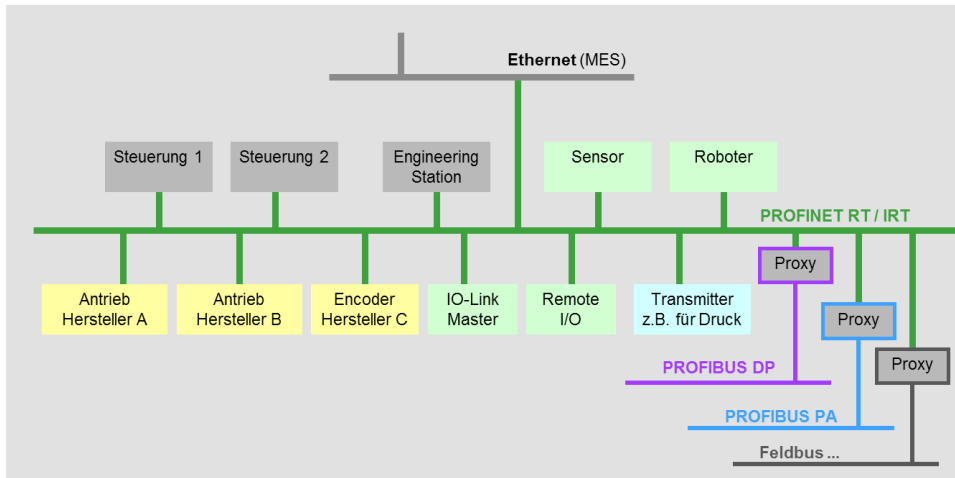

Abb. 4: PROFINET, der Industrial Ethernet-Universalbus
- PROFINET ist das universelle, Ethernet-basierte Kommunikationsnetzwerk, welches den in der Office-Welt bewährten Ethernet-Standard allen Bereichen der Automatisierungstechnik zugänglich macht (Abbildung 4), aufbauend auf den über Jahrzehnte mit PROFIBUS im industriellen Feldbus-Einsatz gesammelten Erfahrungen. PROFINET realisiert den schnellen, vertikalen und horizontalen Datenaustausch auf allen Ebenen und ist damit Grundlage für effiziente Maschinen- und Anlagenkonzepte einschließlich Einbindung in die Unternehmensleitebene.